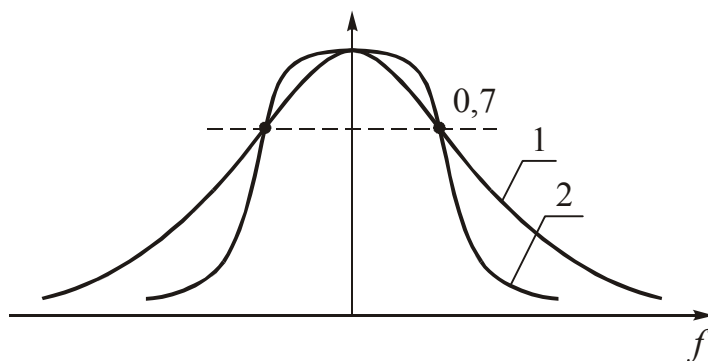

Рис. 1.3 Резонансные кривые: 1 – одиночного контура; 2 – связанных контуров
4. Эффективность применения связанных колебательных контуров удобно проиллюстрировать сравнением резонансной кривой связанных контуров и резонансной кривой одиночного контура при одинаковой полосе пропускания обеих систем (рис. 1.3)
Из анализа рис. 1.3. видно, что избирательность связанных контуров даже в случае одногорбой резонансной кривой выше, чем избирательность одиночного контура.